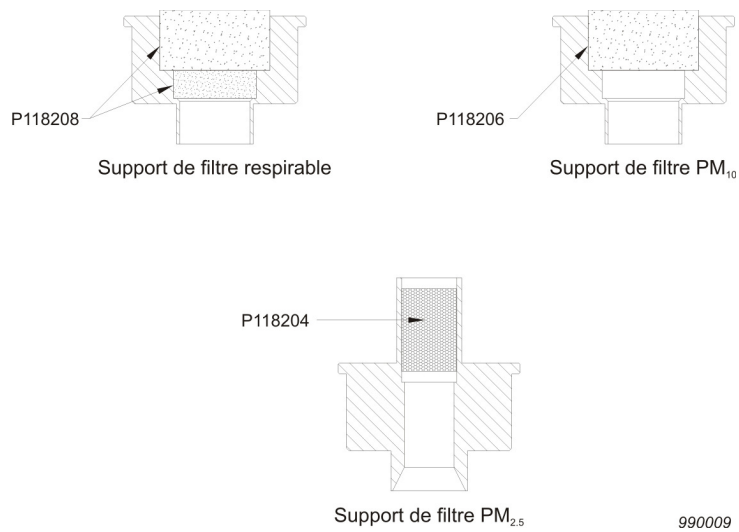

Figure 3 - Configurations de filtre PUF.
La sélection de la taille du flux d'échantillon est réalisée en faisant passer l'échantillon à travers un filtre en mousse PUF approprié, selon la stratégie d'échantillonnage choisie (PM_{10} , $PM_{2,5}$ ou respirable). Les adaptateurs de filtre PUF sont décrits aux figures 3 et 4. Une buse sur le bloc de montage est enfoncée dans l'équipement d'admission sur le couvercle de l'enveloppe.
Les filtres doivent être chargés dans le logement approprié, comme indiqué aux figures 3 et 4.
2. Insérer la/les mousses de filtre PUF et le filtre d'échantillon en ligne (si besoin est) (voir figure 3,4).